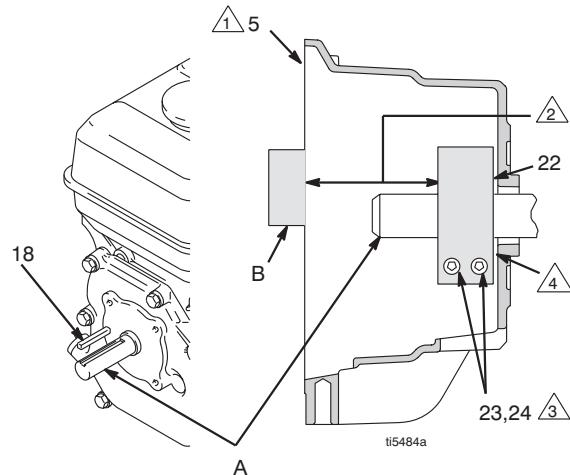

FIG. 10
- FIG. 10. Løsne to skruer (24) på klemmen (22).
- Press skrutrekkeren inn i slissen i klemmen (22) og fjern klemmen.
- FIG. 10. Monter motorens akselkile (18).
- Bank klemmen (22) på motorakselen (A). Oppretthold dimensjonen som er vist i notat 2. Skråkanten må vende mot motoren.
- Sjekk dimensjonene: Legg et stift og rett stykke stål (B) over clutchhusets (19) overflate. Bruk en nøyaktig måleanordning for å måle avstanden mellom stålstykket og klemmens overflate. Klemmen justeres etter behov og de to skruene trekkes til med et moment på (24) til 125 ± 10 in-lb (14 $\pm 1,1$ N·m).
- Monter spolen (25) på motorens drivaksel.
- Monter fire skruer (23) og låseskiver (24) med et tiltrekningsmoment på 125 in-lb.